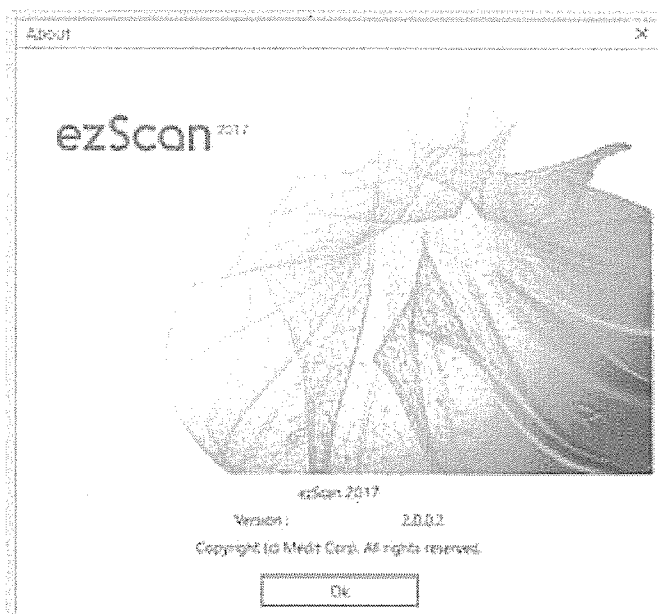

Рисунок 1 – Идентификация ПО
8.2.2 Для идентификационных данных программного обеспечения (далее – ПО) следует запустить ПО, в главном меню нажать кнопку «About» (Рисунок 1). Версия программного обеспечения отобразится на экране. Данные, полученные по результатам идентификации ПО, должны соответствовать таблице 3.